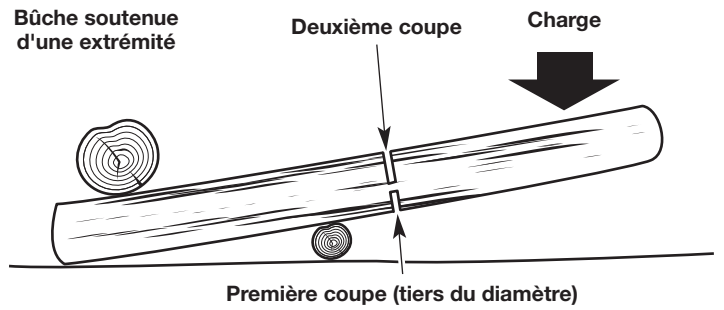

Fig. 17
- Si la bûche est soutenue sur une extrémité (Fig. 17), faites la première coupe depuis le bas (tronçonnage par dessous). Reportez-vous à *Tronçonnage par-dessous*.